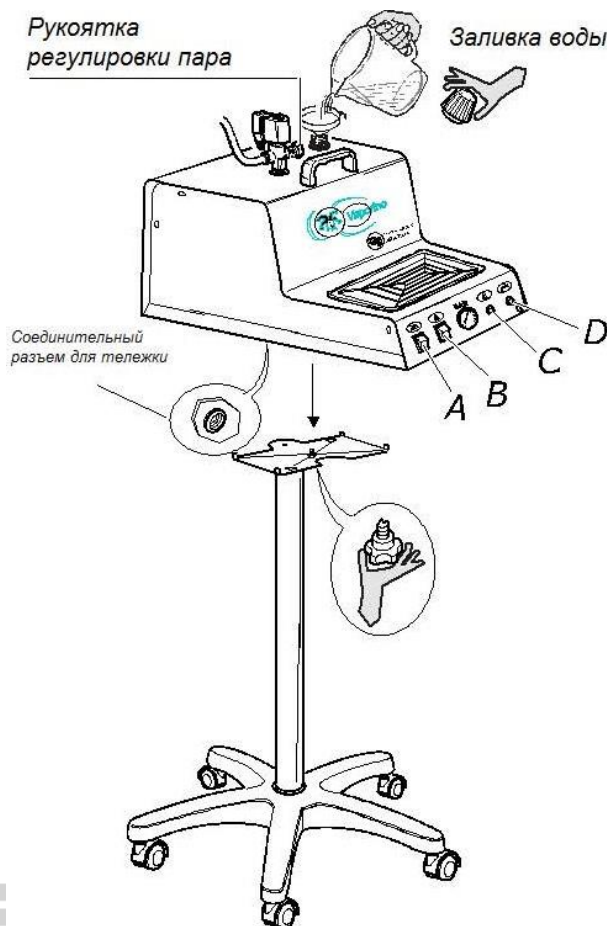

Рис. 2
5. для парогенератора VAPORINO INOX MAXI с тележкой: ввинтить круглую рукоятку тележки в соответствующий соединительный разъем под парогенератором (рис. 2).
1. Отвинтить колпачок клапана парогенератора VAPORINO INOX MAXI (рис. 1), заполнить бойлер (рис. 2) необходимым количеством воды, следя за тем, чтобы вода не выливалась через край. Советуем делать это с помощью воронки. Ввинтить крышку обратно, держа ее за пластиковую часть. Не завинчивать ее слишком туго, иначе можно повредить уплотнение (см. Раздел 7).
3. Переставить выключатель бойлера (рис. 2, В) и выключатель утюга в положение ВКЛ (рис. 2, А), поставить термостат утюга (рис. 3) в положение «хлопок».
4. Подождать отключения сигнальной лампочки бойлера (рис. 2, С); манометр должен показывать примерно 2,5—3 бар. Затем поднять утюг за пробковую ручку и нажать на микровыключатель утюга (рис. 4) 4-5 раз для выпуска пара. Также следует удостовериться в насыщенности пара (нажав микровыключатель и направив утюг в пол). Кроме того, можно регулировать количество пара, вращая круглую рукоятку регулировки пара (рис. 2). После этих операций утюг готов к работе. Во время глажки сигнальная лампочка бойлера постоянно включается и гаснет, что свидетельствует о нормальной работе (рис. 2, С).
5. Когда парогенератор VAPORINO INOX MAXI будет использоваться вкупе с гладильной доской без всасывания, на ней могут появиться водяные пятна. В таком случае уменьшить поток пара из утюга с помощью круглой рукоятки регулировки пара (рис. 2). Поэтому мы советуем использовать устройство со столом, имеющим функции всасывания и подогрева.
Когда закончится вода, сигнальная лампочка senza acqua («нет воды») загорится во время утюжки (Рис. 2, O). Тогда следует вынуть вилку из розетку, открутить на 360⁰ колпачок клапана (рис. 1) и дождаться улетучивания всего пара. Манометр
Затем долить в бойлер (рис. 2) требуемое количество воды так, чтобы не допустить выливания (см. п. 1 Раздела 4). Прикрутить обратно колпачок клапана, вставить вилку в розетку сети и дождаться, пока не погаснет сигнальная лампочка (рис. 2, С) бойлера.